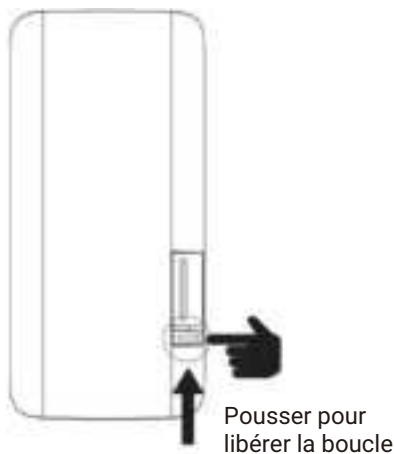
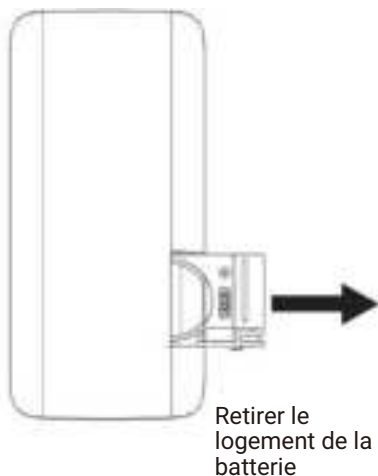

Figure 1
Figure 2
2. Si la télécommande doit être remplacée par une pile, appuyez sur le verrou et l'arrêt comme indiqué dans la figure 1, puis ouvrez le logement de la pile comme indiqué dans la figure 2 pour remplacer la pile. La pile CR2025 est recommandée.